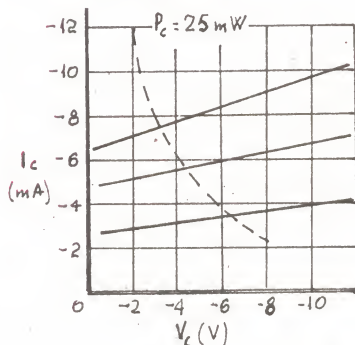

Fig. 4
- j) Caratteristiche d'uscita (fig. 4) date come **I_c** (milliampere) in funzione di **V_c** per un certo numero di valori di **I_b**, con in più una linea tratteggiata che indica la dissipazione massima **W_c**.
7) Ripetere le operazioni 5 e 6 per un numero sufficiente di valori, riportandoli di volta in volta su un foglio di carta millimetrata e unendoli con tratti di matita; si otterranno così i grafici di fig. 4 e 5.